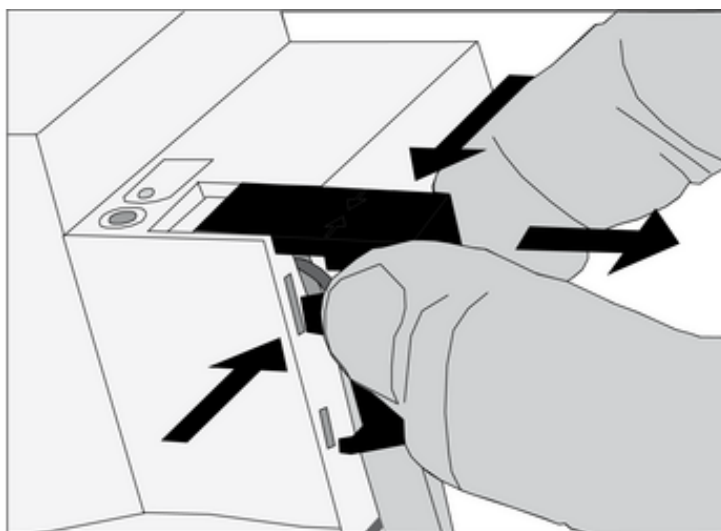

Figure 4: Retrait du capuchon de protection
- Pousser latéralement le capuchon de protection et le retirer (figure 4).